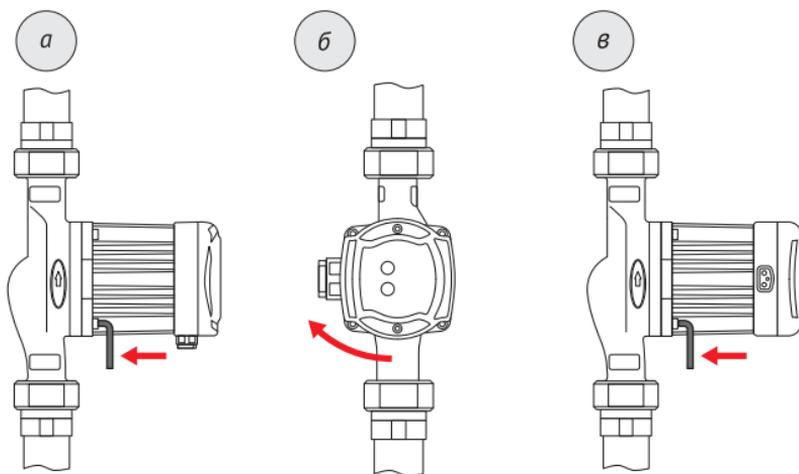

Рис. 6
2. С помощью шестигранного ключа открутите четыре винта, которые крепят корпус электродвигателя (рис. 6а).
3. Поверните корпус в нужное направление (положение) таким образом, чтобы совпали крепёжные отверстия (рис. 6б).
4. Установите винты в отверстия и затяните в перекрёстном направлении (рис. 6в).